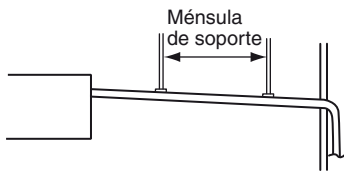

Fig. 3-10
- No aplique fuerza a las tuberías del lado de la unidad cuando conecte el tubo de drenaje. El tubo no debería poderse colgar sin soporte desde su conexión con la unidad. Fije el tubo a una pared, bastidor u otro soporte lo más cerca posible de la unidad. (Fig. 3-10)